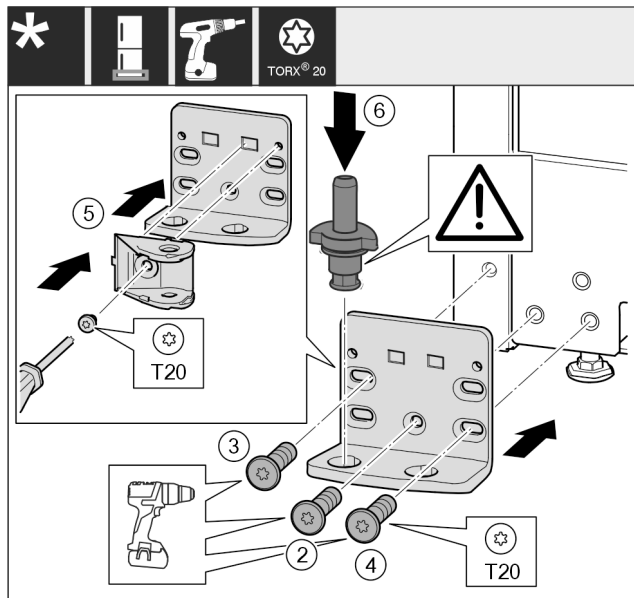

Fig. 44 *
- ▶ Установите опорный кронштейн с другой стороны и прикрутите с помощью отвертки. Начините с винта Fig. 44 (2) снизу в центре.*
- ▶ Затяните винт Fig. 44 (3) и винт Fig. 44 (4).*
- ▶ Поверните соединительный элемент амортизатора закрывания дверей Fig. 44 (5) на 180°. Прикрутите с другой стороны опорного кронштейна с помощью отвертки.*
- ▶ Снова установите опорный палец Fig. 44 (6) в сборе. При этом проследите за тем, чтобы выступ фиксатора был направлен назад.*